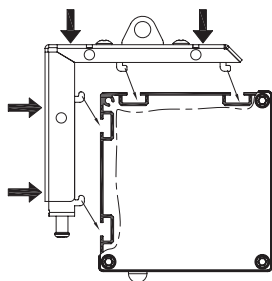

Afbeelding 14
2. Bevestig de plafondhangers aan de muurbeugels met de meegeleverde schroeven M5x10 mm en zorg ervoor dat de schroeven op de muurbeugel stevig vastzitten. (afb. 14 en 15)